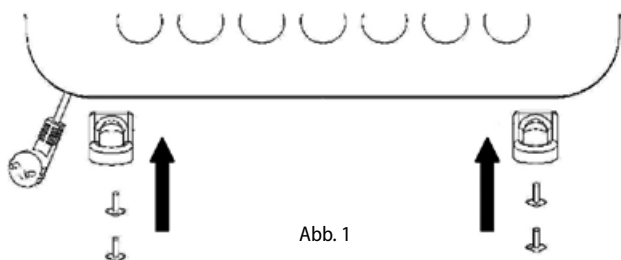

Abb. 1
3. Mit Hilfe der Schrauben ziehen Sie die FüÙe am Gerätegehäuse fest an (Abb. 1).